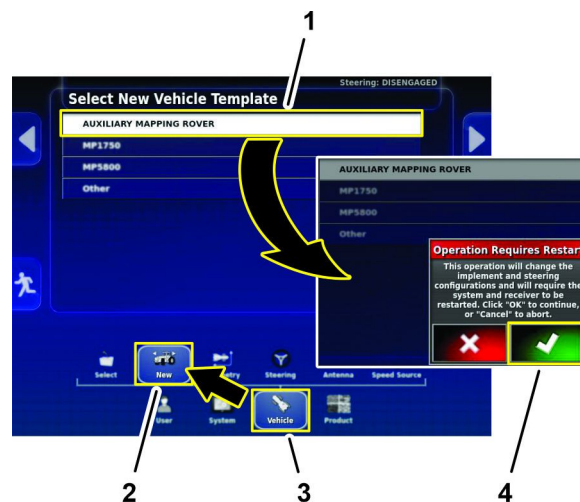

図 185
3. 設定画面で、車両と新規アイコンを押す 図 185。
4. 新規車両ページで補助マッピングローバーアイコンを押す 図 185。
5. ダイアログボックスの再起動が必要な場合は承認アイコンを押す 図 185。